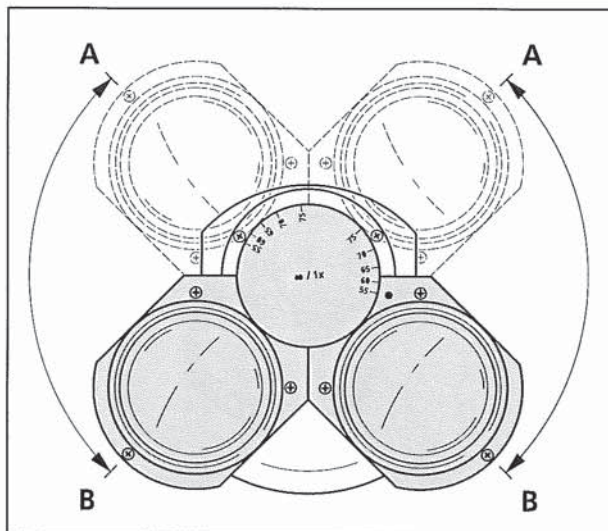

Bild 2-9 Einblickhöhe am binokularen Tubus einstellen
- die Einblickhöhe variierbar durch Schwenken der Okularstutzen nach oben (Bild 2-9/A) oder nach unten (Bild 2-9/B).